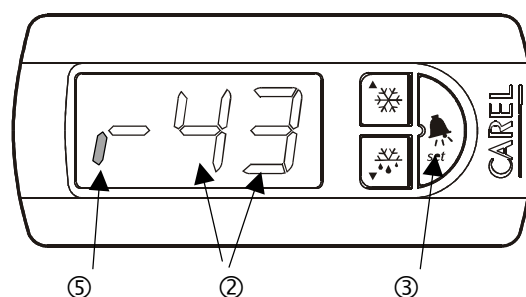

Fig. 8.3.8.2
Аварийный сигнал ПА: дисплейный светодиод (2) показывает код аварийного сигнала **П1**, мигающего попеременно с температурным значением, включен светодиод (3) аварийного сигнала, а также включен верхний сегмент (1) крайнего левого разряда. (См. рис. 8.3.8.1. на стр. 43 руководства.)
Аварийный сигнал ПФ: дисплейный светодиод (2) показывает код аварийного сигнала **П1**, мигающего попеременно с температурным значением, включен светодиод (3) аварийного сигнала, а также включен нижний сегмент (5) крайнего левого разряда. (См. рис. 8.3.8.2. на стр. 43 руководства.)